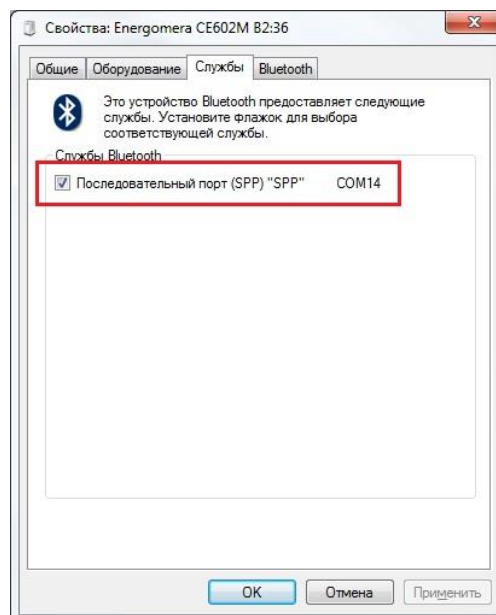

Рисунок 3.16 – «Свойства: Energomera CE602M XX:XX».
- в открывшемся окне «Свойства: Energomera CE602M XX:XX» (рисунок 3.16) выбрать вкладку «Службы». Номер COM-порта указан в строке «Последовательный порт (SPP)».